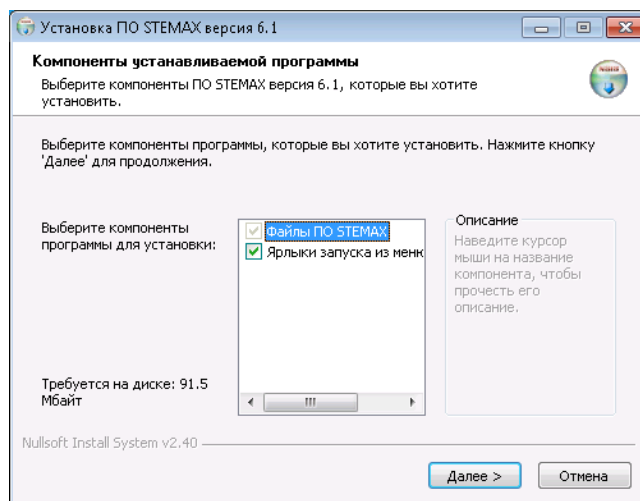

Рисунок 7.1 — Выбор компонентов ПО STEMAX
2. В открывшемся окне *Компоненты устанавливаемой программы* нажмите кнопку *Далее* (см. рисунок 7.1).